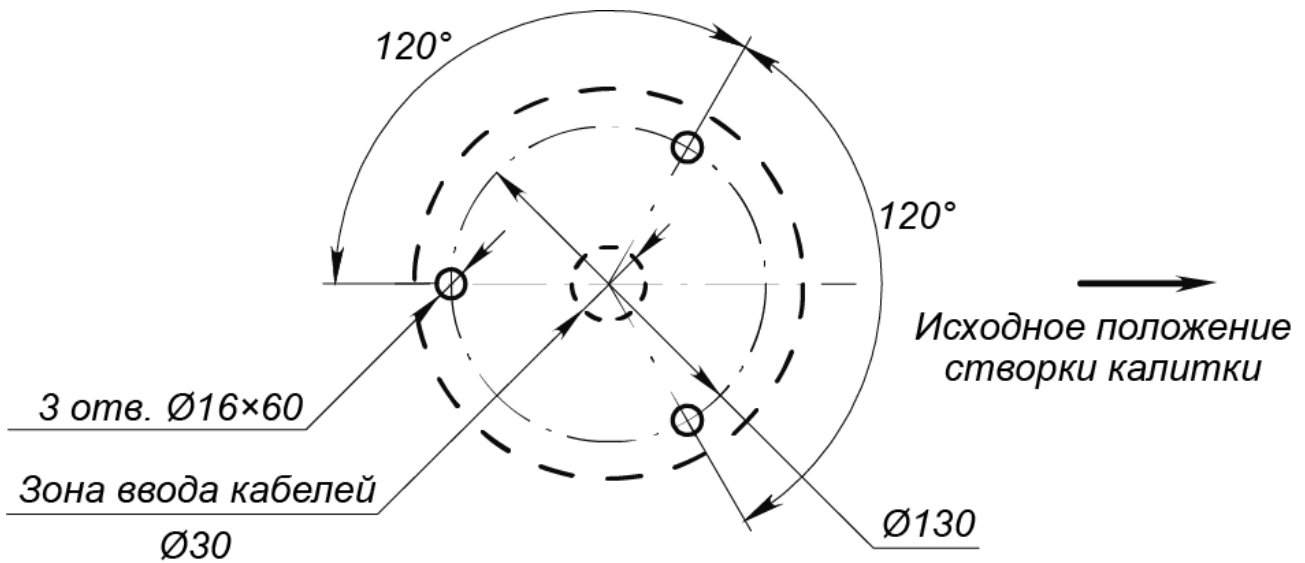

Рисунок 9. Схема разметки для монтажа калитки
4. Выполните разметку и разделку отверстий под анкерные болты на установочной поверхности в соответствии с рис. 9.